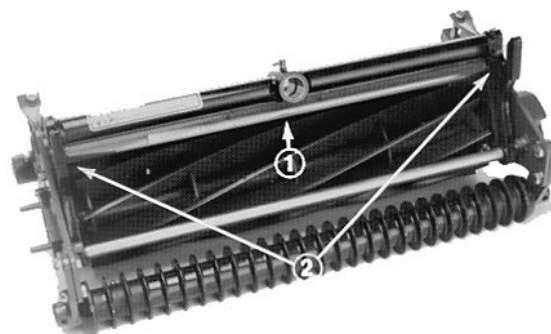

Fig. 3
1. Registrare l'apparato falciante nella normale posizione di taglio (Fig. 3).
2. Allentare le viti mordenti e i dadi che fissano il deflettore a ciascuna piastra laterale, regolare il deflettore all'altezza richiesta e serrare i dispositivi di fissaggio (Fig. 3).